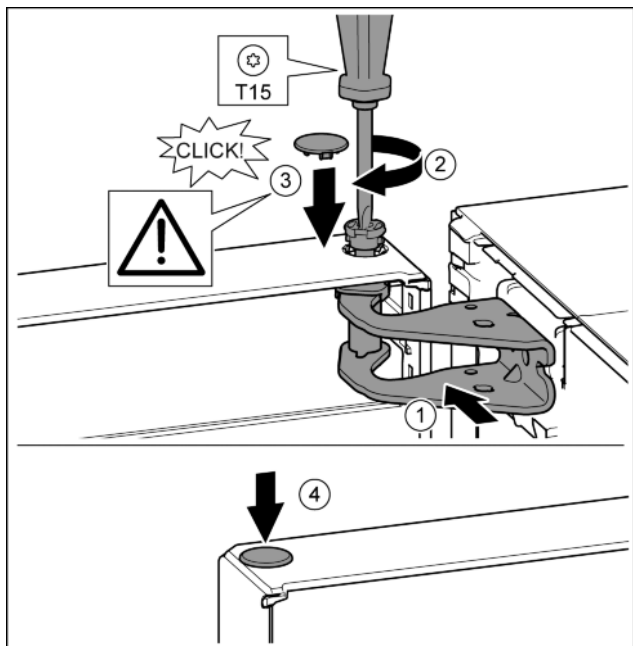

Fig. 17
- ▶ Allineare la porta in alto all'apertura nel blocco di supporto. Fig. 17 (1)
- ▶ Inserire i perni e stringere con il cacciavite T15. Fig. 17 (2)
- ▶ Montare la copertura di sicurezza a protezione della porta: inserire la copertura di sicurezza e controllare se appoggia sulla porta. Altrimenti inserire completamente il perno. Fig. 17 (3)
- ▶ Inserire i tappi. Fig. 17 (4)